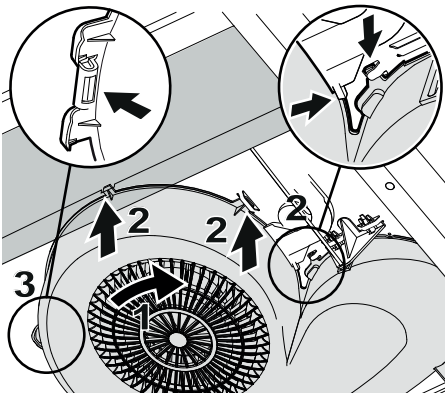

Fig.8
Se till att alla snäppen passar mot spisfläk- tens flikar. Vrid in fläkthuset (1) i flikarna (2). Tryck tillbaka fläkthuset snäppe i fli- ken (3).Fig.8